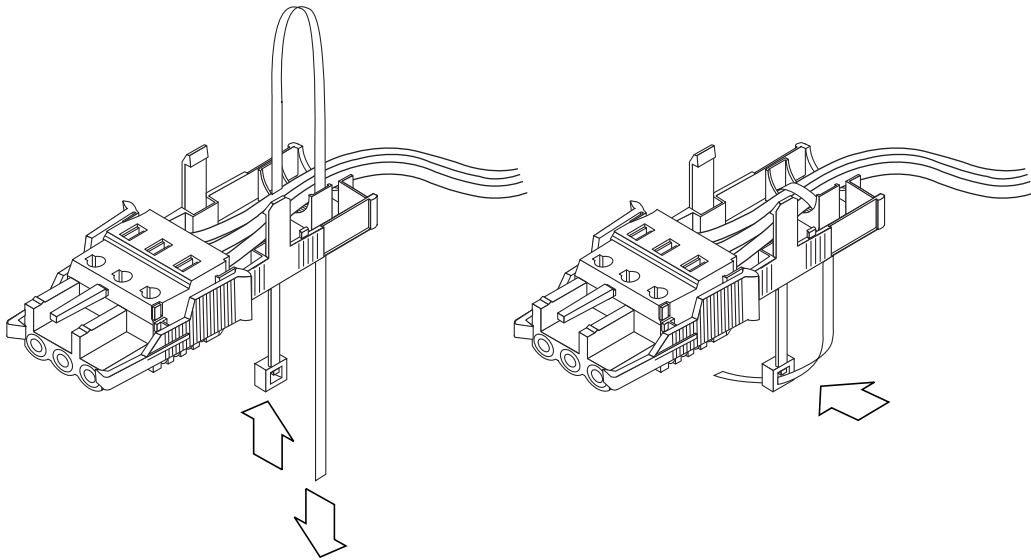

FIGURA 3-8 Fijación de los cables a la carcasa de absorción de tensión
- 3. Inserte la brida del cable en la parte inferior de la carcasa de absorción de tensión (consulte la FIGURA 3-8).**
- 4. Pase la brida por encima de los cables y sáquela de nuevo de la carcasa. Ajuste la brida para fijar los cables a la carcasa de absorción de tensión (consulte la FIGURA 3-8).**